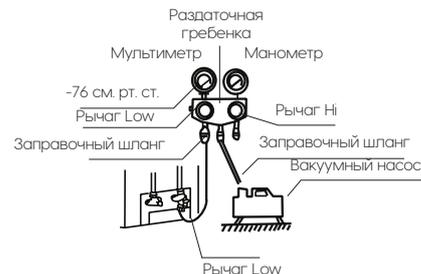

Рис. 27
3. Полностью откройте нижний рычаг раздаточной гребенки (см. Рис. 27).